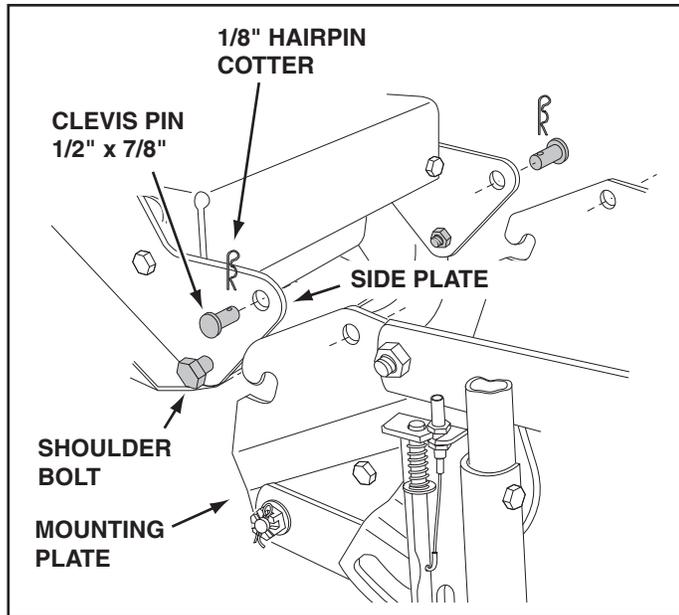

FIGURE 54 RIGHT SIDE VIEW
STEP 55: (SEE FIGURE 54)
STEP 58: (REFER BACK TO FIGURE 54 ON PAGE 23)